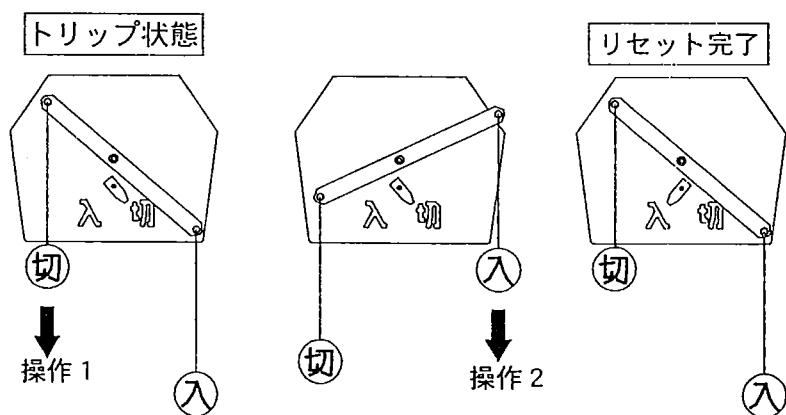

図6 リセット操作手順
- ④トリップした時のリセット操作は、図6の様な手順にて行ってください。
(開閉器を再投入する前には、ハンドル切側を引いてリセットしてください) (図6参照)